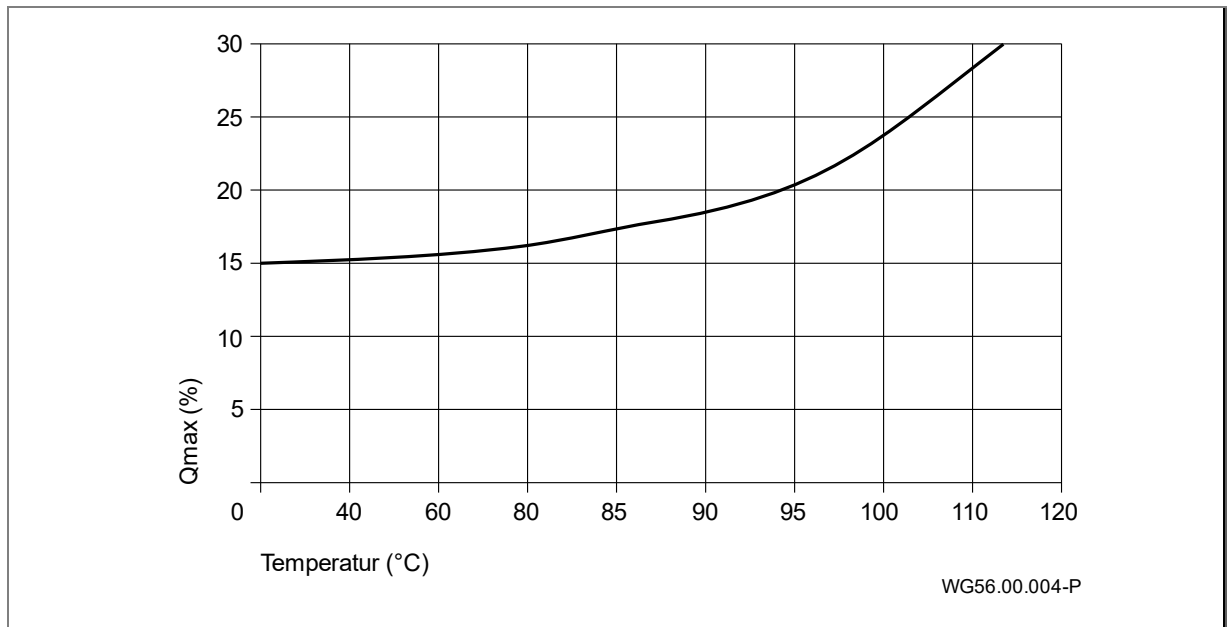

Abb. 1
- ➔ Mindestförderstrom muss eingehalten werden. Der Mindestförderstrom entspricht einem von der Mediumtemperatur abhängigen Prozentsatz des maximalen Förderstrom $Q_{\max}$. Siehe "Abb. 1" auf Seite 11